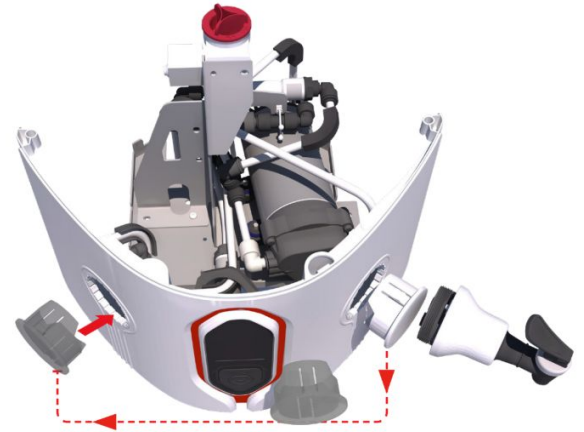

図5
1. ディスペンスタップを左側から新しいディスペンス位置である右側に移動させます。白いブランキングキャップを強く引っ張ってクリップを外し、取り外します。(図5)